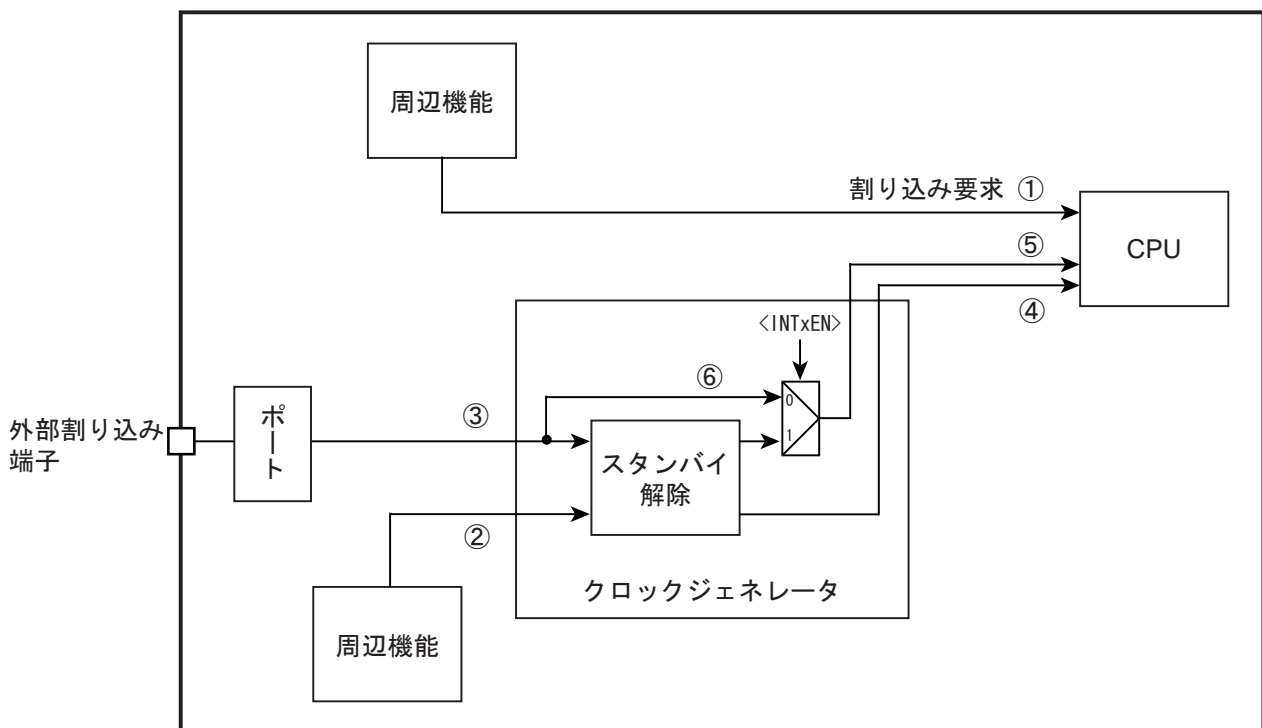

図 9-1 割り込みの経路
割り込み要求の経路を図 9-1 に示します。
外部割り込み端子からの入力信号は、入力ディセーブル(PxIE<PxmiE>="0")の場合"High"となります。また、外部割り込みをスタンバイ解除要因として使用しない場合（「図 9-1 割り込みの経路」の⑥の経路）、外部割り込み端子からの入力信号がそのまま CPU に伝わります。CPU は"High"入力を割り込みとして認識しますので、入力ディセーブルのまま CPU で該当する割り込みを有効にすると割り込みが発生します。